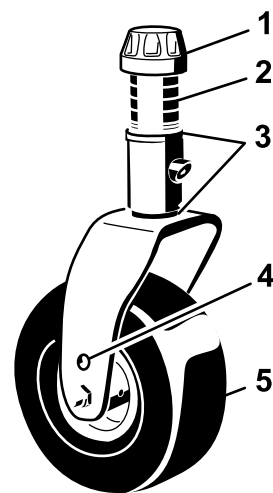

Рисунок 138
1. Снимите колпачковую гайку с вала шпинделя и извлеките шпиндель из рычага поворотного колеса (**Рисунок 138**).
Отверните колпачковую гайку и снимите вилку поворотного колеса (**Рисунок 138**).